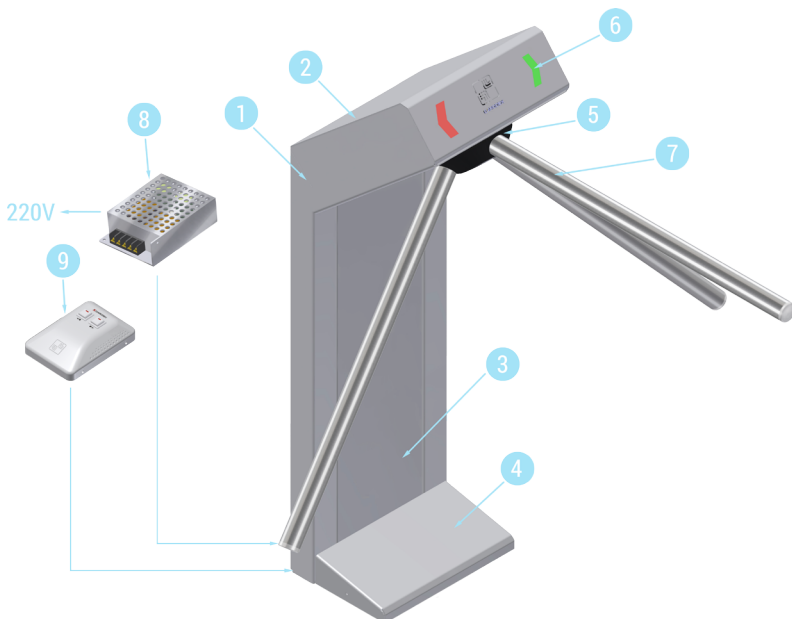

Рисунок 2 – Внешний вид турникета.
Дополнительно турникет оснащается блоком электропитания, пультом дистанционного управления и комплектом преграждающих планок (рис. 2).
Корпус турникета выполнен в виде металлической конструкции состоящей из: стойки корпуса (1), верхней крышки (2), центрального кожуха (3) и кожуха основания (4) (рис.2)